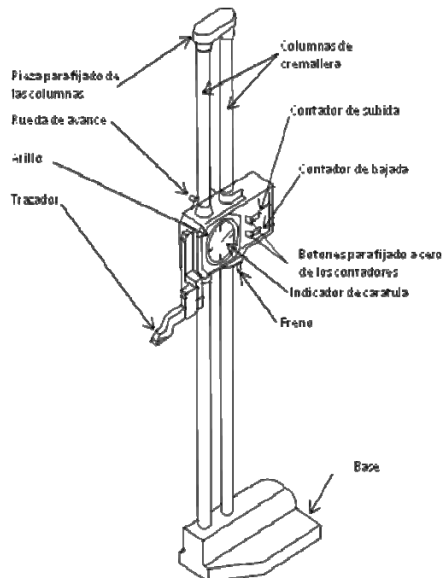

Figura 3.27 Vista externa de un medidor de altura con indicador de carátula y contador
3.1.4.3 Medidor de altura con carátula y contador (figura 3.27)